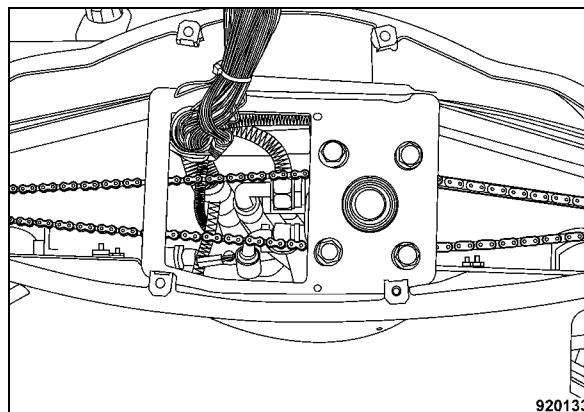

Fig. 162
- Controllare la condizione di catena e pignoni (Fig. 162) sull'intera circonferenza.